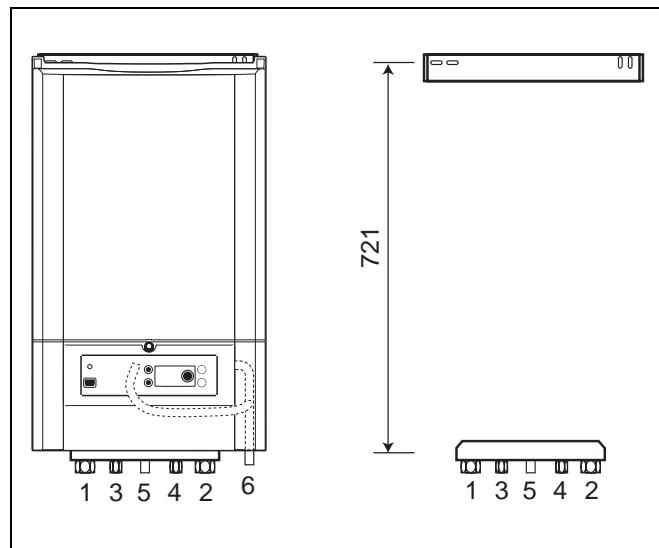

Рис. 5 Монтажная соединительная плита и соединительные контакты
- Смонтировать соединения (1 и 2: G $\frac{3}{4}$ ", 3 и 4: G $\frac{1}{2}$ " и 5 (газ): G1" наружный размер) ана приборе (рис. 5).
- Подключить прибор к нижней части монтажной соединительной плиты (рис. 5).
Контакты подключения циркуляционных и рециркуляционных трубопроводов отопительной установки находятся в нижней части прибора (рис. 5). Размеры контактов подключения указаны в главе 4. Рекомендуем смонтировать краны для технического обслуживания под прибором в системе циркуляции и рециркуляции.
Нагревательный прибор в серийном исполнении оснащен вмонтированным трехходовым клапаном. Опциональный двигатель трехходового клапана. Нагревательный прибор можно подключить к косвенно нагреваемому отопительному накопителю (рис. 5, **поз. 3 и 4**). Если на отопительном котле не подключен отопительный накопитель, необходимо смонтировать на контакте VK и RS (рис. 5, **поз. 3 и 4**) короткозамкнутую линию (опционально).
Нагревательный прибор со сточным трубопроводом Ø30 мм оборудован со стороны отопительного контура смонтированным предохранительным клапаном (рис. 5, **поз. 6**). Сточный водопровод предохранительного клапана находится справа в нижней части прибора. Сточный водопровод предохранительного клапана имеет диаметр Ø30 мм или больше и его следует подключить с уклоном к водосточной сети.